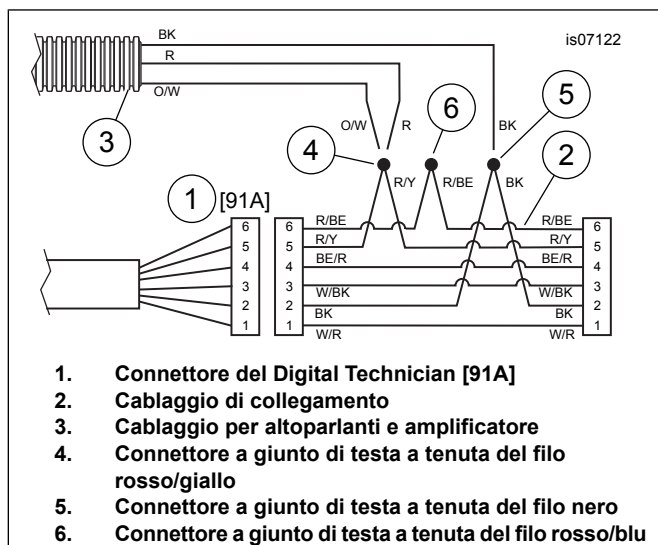

Figura 4. Schema elettrico, cablaggio degli altoparlanti/amplificatore al cablaggio di collegamento
- a. Vedere Figura 4. Reperire il connettore del Digital Technician [91A] (elemento 1, connettore Deutsch grigio a sei vie con una protezione di gomma) sotto la sella. Posizionare il cablaggio di collegamento (2) in corrispondenza del connettore del Digital Technician, ma NON collegarli ora.
- b. Far passare i fili del cablaggio (3) degli altoparlanti e dell'amplificatore fino al cablaggio di collegamento. Tagliare i fili degli altoparlanti e dell'amplificatore a una lunghezza adatta a raggiungere facilmente i connettori a giunto di testa a tenuta (4 e 5) sul cablaggio di collegamento.
- c. Giuntare sia il filo rosso che il filo arancione/bianco degli altoparlanti e dell'amplificatore sul connettore a giunto di testa a tenuta (4) del filo **rosso/giallo** nel cablaggio di collegamento.
- d. Giuntare il filo nero degli altoparlanti e dell'amplificatore al connettore a giunto di testa a tenuta (5) del filo **nero** nel cablaggio di collegamento.
- f. Utilizzare la pistola termica o un dispositivo riscaldante per sigillare l'estremità interrotta del connettore a giunto di testa a tenuta (6) sui fili **rossi/blu** nel cablaggio di collegamento.
4. Vedere il manuale di manutenzione per istruzioni dettagliate sui collegamenti a giunto a tenuta. Se il cablaggio (N. codice 69200722) era stato già giuntato, tagliare i giunti esistenti. Vedere Figura 4 per la configurazione di giuntaggio multipla. Se il cablaggio (N. codice 69200722) era stato già giuntato in una installazione precedente, accertarsi che il connettore Molex a 8 vie sia scollegato dal connettore [4] del veicolo.